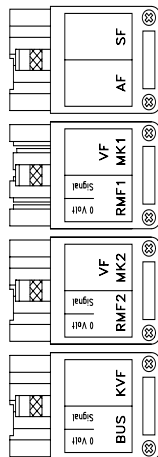

Abb. 4-2:
- Anschluß von Fühler und Daten-Bus an der Fühler-Steckerleiste (Abb. 4-2)